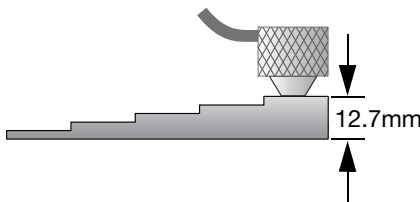

図 5-4 ステップ階段状試験片（厚い部分）による音速校正
- b) ある程度の圧力をかけて、試験片の厚い部分に探触子を接触させます（67 ページの図 5-4 を参照）。